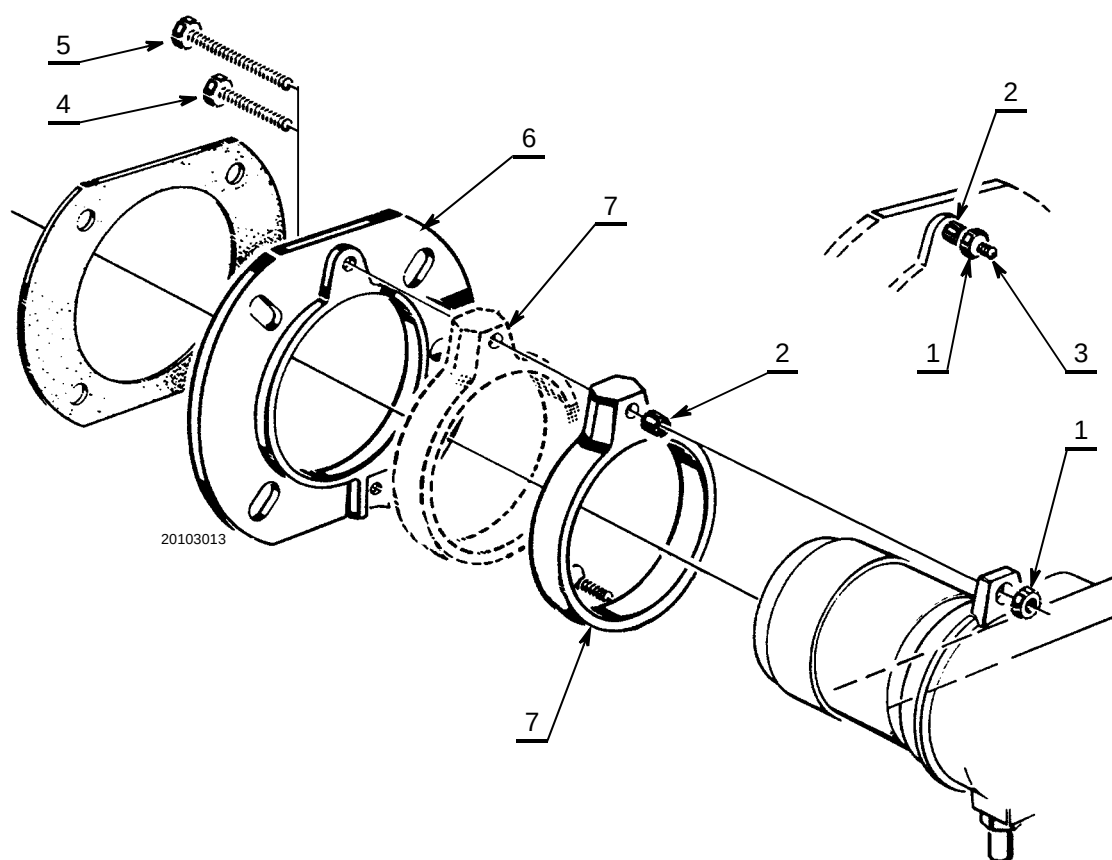

Fig. 3
- svitare i dadi 1) e 2) (Fig. 3);